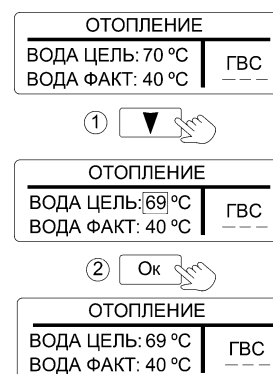

Рисунок 7. Настройка температуры теплоносителя
10.2 «ОТОПЛЕНИЕ» – режим поддержания температуры теплоносителя. Датчики температуры воздуха в алгоритме не участвуют. Заводская настройка температуры теплоносителя - **70°C**. Возможно изменение температуры (см. рис. 7).